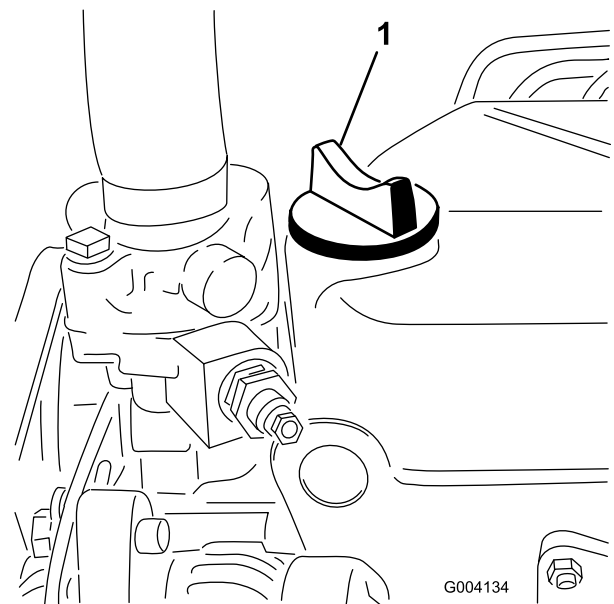

Figura 27
5. Se o nível de óleo se encontrar abaixo da marca Full (Cheio) da vareta, retire o tampão de enchimento (Figura 27) e adicione óleo até que o nível atinja a marca Full. **Não encha demasiado.**